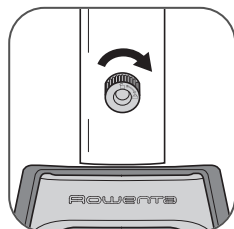

fig. 4
- Revissez la vis de fixation du mât jusqu'au bout afin que le mât soit solidement fixé à la base. **(fig. 4)**